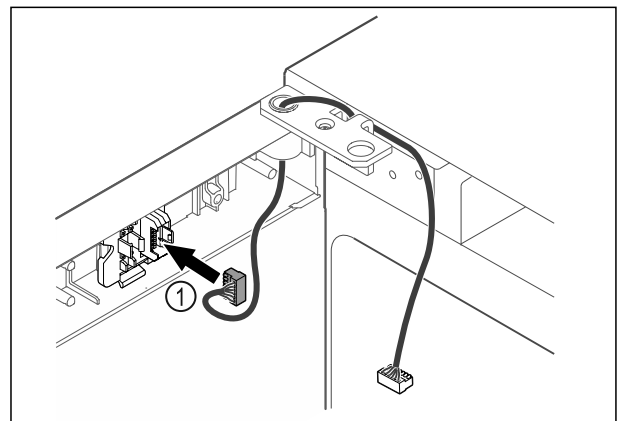

Fig. 37
- ▶ Stecker Fig. 37 (1) in Steckerhalterung einstecken.